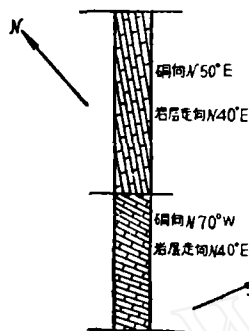

图 8 依每段不同洞向先定出北向, 而后依此北向定出走向。
1. 由于在图上未直接表示出洞子的方向及其坡度的改变, 所以当用符号在图上表示出岩层的走向倾斜(视倾斜)时, 注意要用新的方法。画走向时, 首先要根据该段洞向用量角器在图上定出该段情况下的图上北向, 然后依此定走向(如图8)。